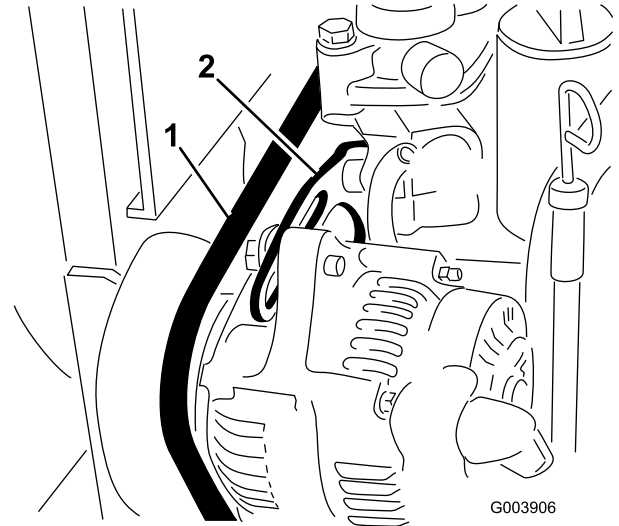

図 69
2. オルタネータ側プーリとクランクシャフト側プーリ間の中央部(図 69)でベルトを指で10 kg 程度の力で押して点検する。
3. ブレースをエンジンに固定しているボルト(図 69)と、オルタネータをブレースに固定しているボルトをゆるめる。